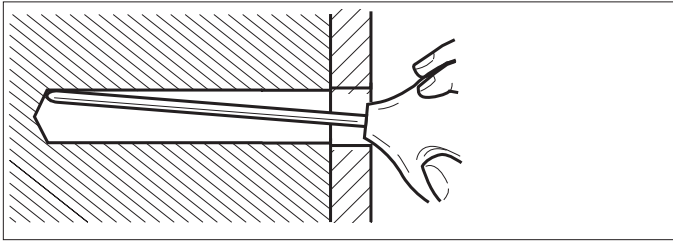

Bild 1
- ⇒ Bohrmehl mit Blasebalg aus Hauptbohrungen entfernen (Bild 1).